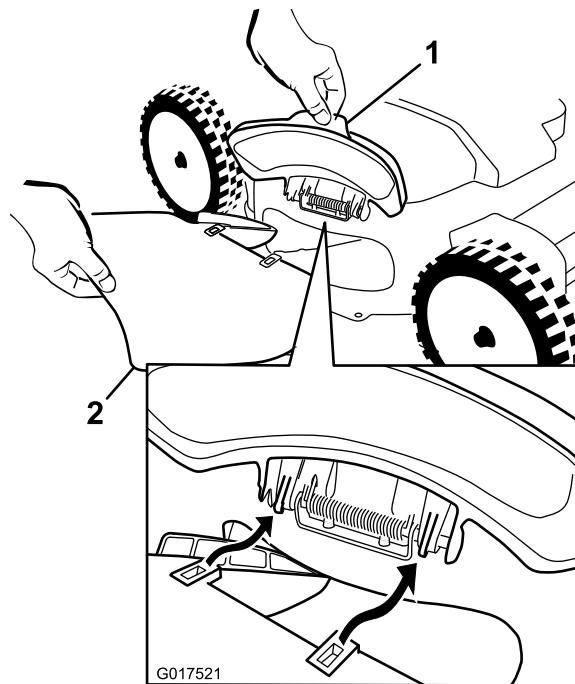
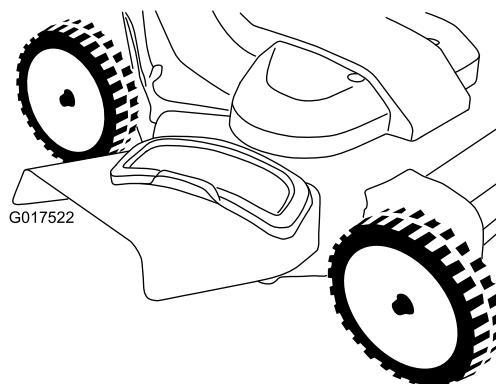

Рисунок 27
Рисунок 28
- Поднимите боковой отражатель выброса в открытое положение (Рисунок 27).
- Установите боковой желоб для выброса, как показано на Рисунок 27 и Рисунок 28, и закройте отражатель на желобе.